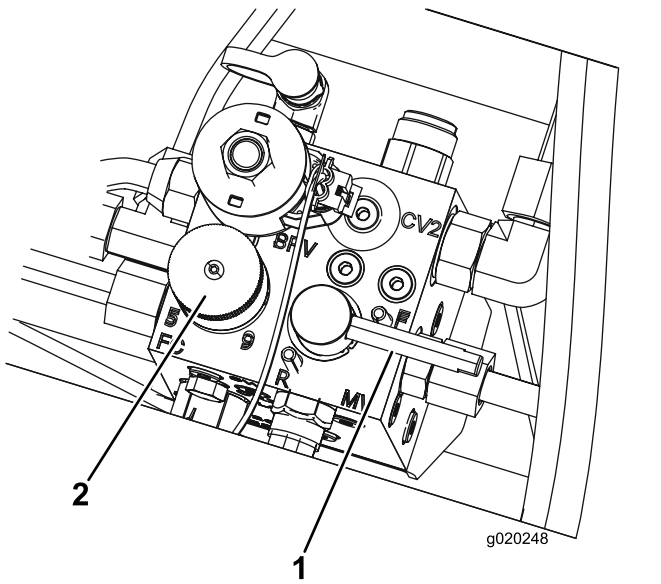

Figura 99
3. Mueva la palanca de autoafilado a la posición F (siegar) (Figura 99).